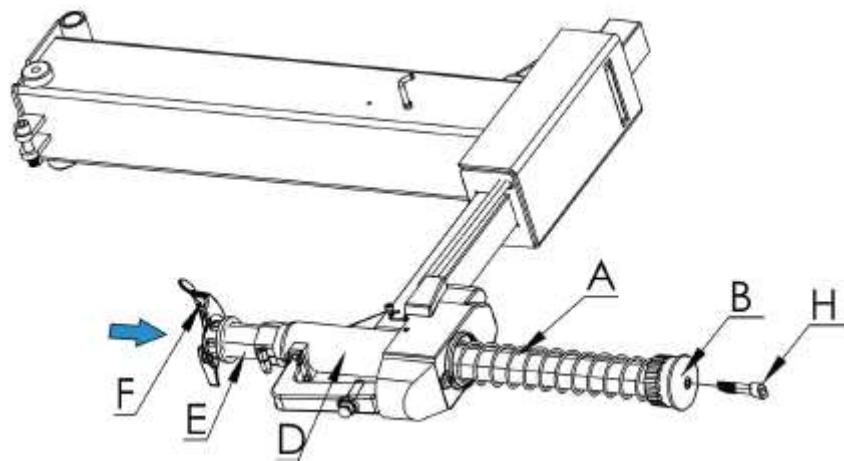

Abb. 6
- Einen für sechskantige 6mm Muttern bestimmten Schlüssel verwenden Sie zur Entfernung der Schraube H, die sich innerhalb des Kunststoffdeckels B befindet. Die Vierkantsäule (E) herausnehmen, Feder A platzieren, dann Vierkantenarm wieder einbauen. Feder (A) an die Oberkante der Vierkantsäule platzieren und den Kunststoffdeckel (B) zurück installieren. Schraube festziehen. (Abb. 6).